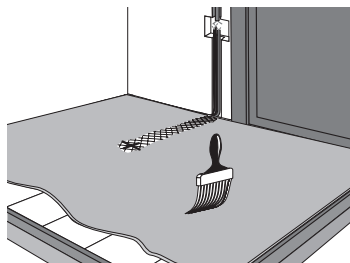

Рис. 2
8. Подготовленную поверхность рекомендуется покрыть грунтовкой глубокого проникновения. Сильно впитывающие поверхности грунтуются два раза. Дайте поверхности высохнуть (рис. 2).